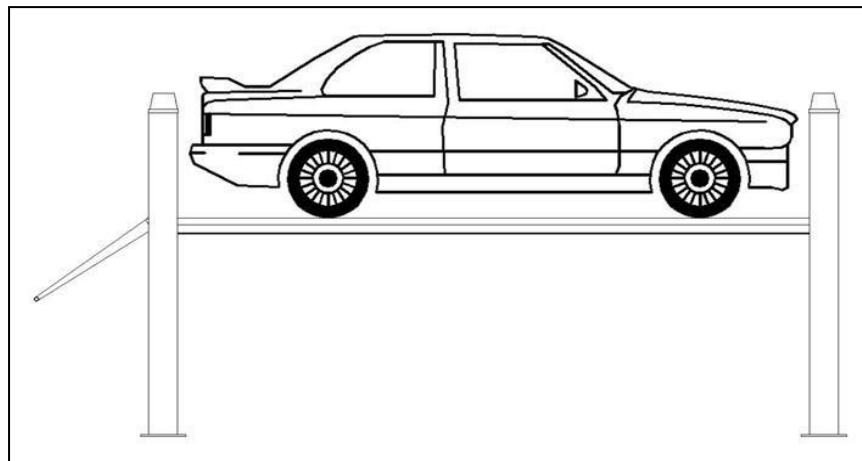

Рис. 12
- Не входите в опасную зону во время подъема автомобиля (**рис. 12**).